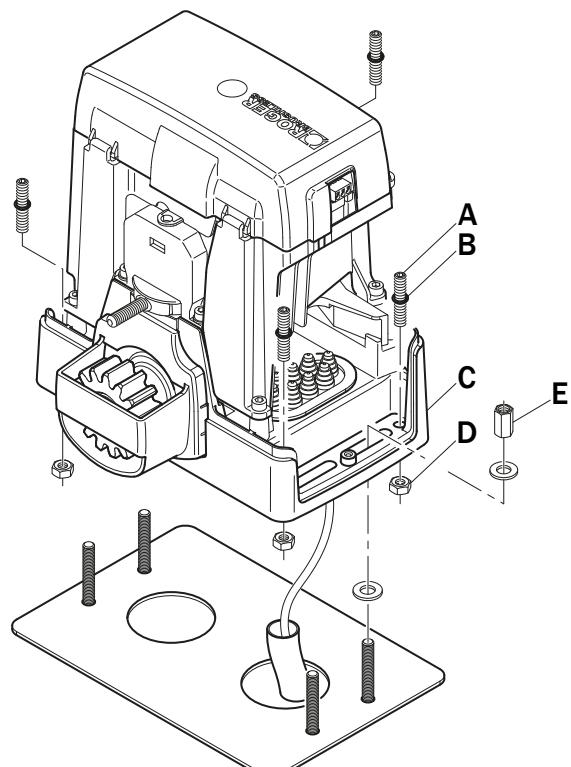

Fig. 2
- Introduzir as juntas circulares (B) em los parafusos M8x40 (A). Introduzir os parafusos nos cantos do motorredutor (C) e prendê-los com as porcas M8 (D).
- Posicione o BM30 nos 4 tirantes, conforme indicado na fig. 2. Se necessário, desenrosque as porcas da chapa de base.
- Apertar os espaçador M10 (E).